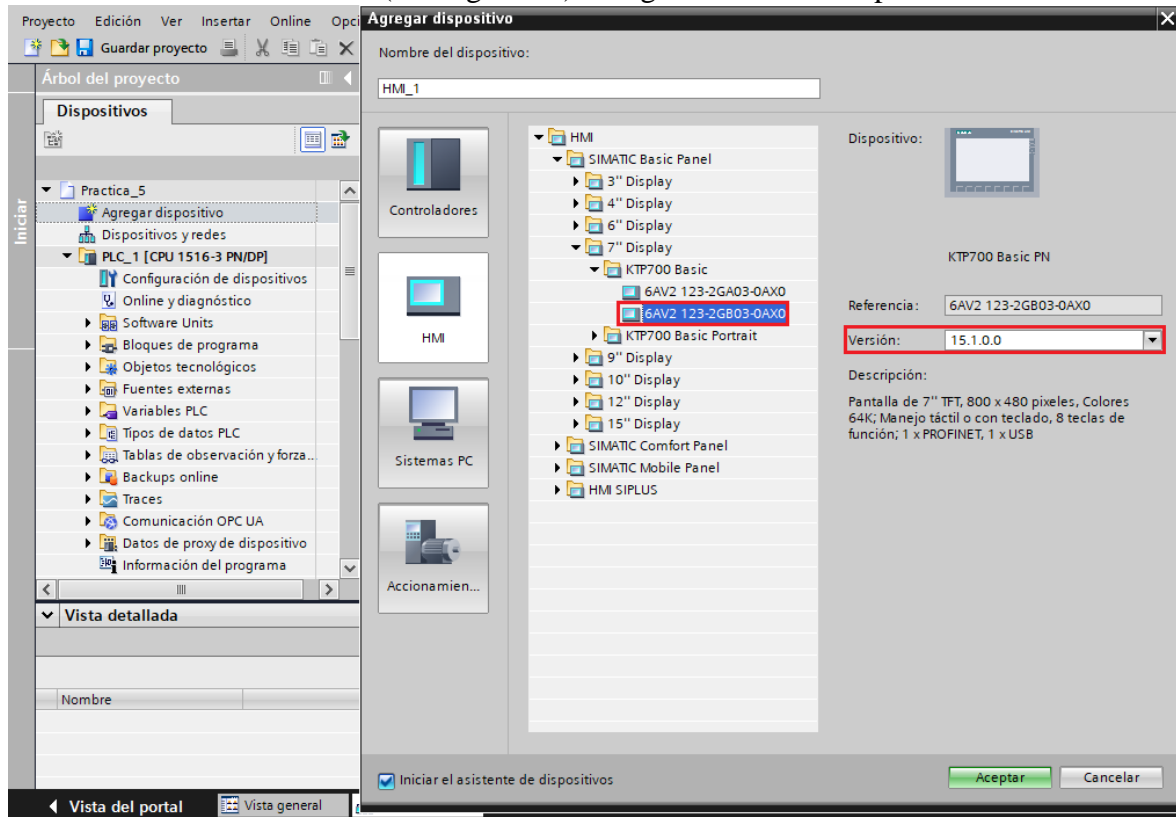

Figura 16. Seleccionar el HMI a utilizar.
- Luego hacer clic sobre “HMI” / “SIMATIC Basic Panel” / “7” Display” / “KTP700 Basic” / “6AV2 123-2GB03-0AX0” (ver Figura 16). Luego seleccionar aceptar.